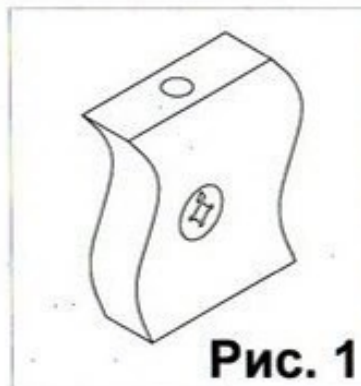
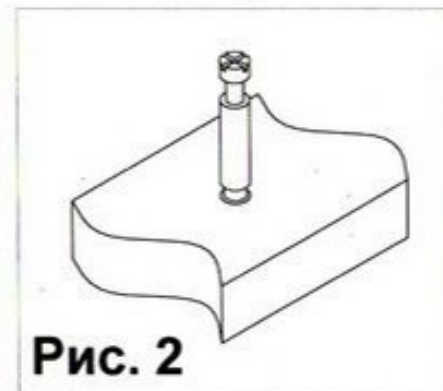

Рис. 1
Рис. 2
1. Прибить подпятники (14) к деталям 4, 9 и 8 при помощи гвоздей. Закрутить дюбель (4) в муфты на деталях 2, 3, 8 (см. рис.2). Вставить стяжки-растекс (3) в детали 1, 5, 9 (см.рис.1). Забить шканты (1) в детали 1, 5, 7, 3,9. Прикрутить направляющие (7) к боковинам 1 и 5 саморезами (5). Соединить боковины 1 и 5 с полкой 2. Фиксацию стяжек растекс (3) произвести путем поворота их по часовой стрелке. К полке 2 прикрутить опоры (16) саморезами (19). Присоединить к боковине 5 царгу 6 евроинтами (2). Установить полку 3 на боковины 1 и 5. Крепление произвести при помощи стяжек-растекс (3). Шкант (9) забить так, чтобы выступающая часть шканта составила примерно 20 мм. Присоединить к детали 4 полку 3 и царгу 6 евроинтами (2). Забить шканты (1) в деталь 7 и соединить ее с полкой 3. Вставить заглушку (18) в полку 3.
Взять стенку заднюю выдвижного ящика и забить в соответствующие отверстия шканты (1). Соединить боковины ящика с задней стенкой. Фиксацию производить при помощи евроинтов (6). Далее положить каркас ящика на заднюю стенку и забить шканты (1) в соответствующие торцевые отверстия на боковинах ящика, и вставить стяжки-растекс (15) (см.рис.1). После этого вставить дно ящика в пазы на каркасе ящика, таким образом, чтобы дно ящика вошло в паз на стенке задней ящика. Далее закрутить в переднюю панель ящика в имеющиеся муфты дюбеля стяжек-растекс (4). Соединить переднюю панель ящика с каркасом. Фиксацию произвести путем поворота стяжки (15) по часовой стрелки. Затем вставить ящик в каркас стола и прикрутить боковины ящиков к направляющим. Далее к передней панели прикрепить ручку (12) Аналогичным образом собрать остальные ящики.